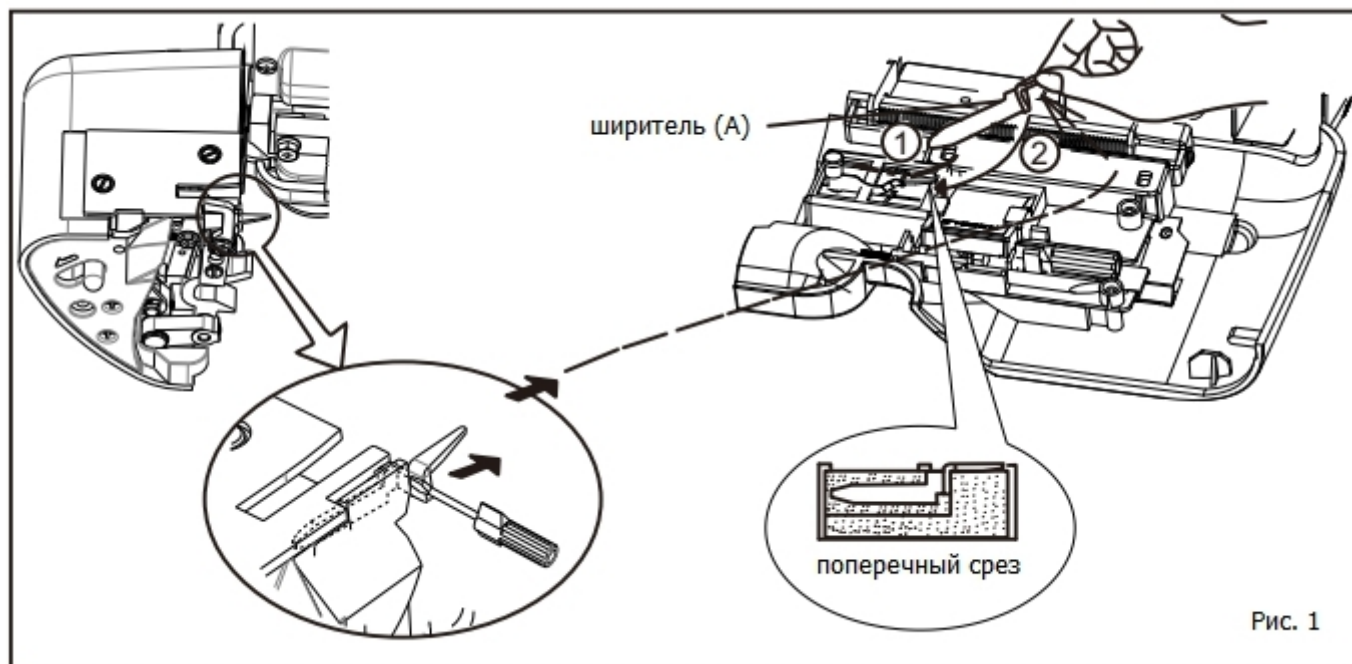

Рис. 1
Вытащите конвертор, как показано на рис. 1.
2. По окончании шитья установите ширитель на место, как на рис. 1.
Поверните регулятор к "5", если при шитье край ткани сворачивается (рис. 1).
3. Поверните ткань, опустите лапку и начинайте шить в другом направлении (см. рис. 1).
1. Установите катушку со шнуром (в качестве шнура можно использовать тамбурную нить, каркасную нить, шерстяную или трикотажную нить или эластичную нить) позади подставки с катушкодержателями. Проведите вкладной шнур через направители для шнура (1) и (2), а затем через направитель нити левой иглы (3) (см. рис. 1).